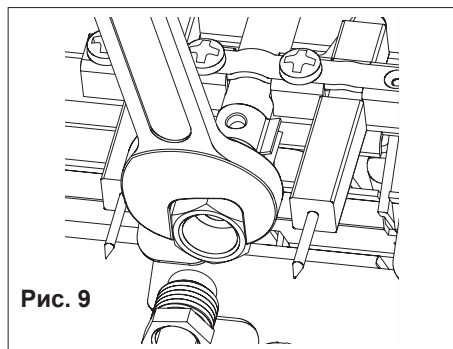

Рис. 9
- установить форсунку запальной горелки с новой прокладкой из комплекта для перевода на сжиженный газ (рис.9).